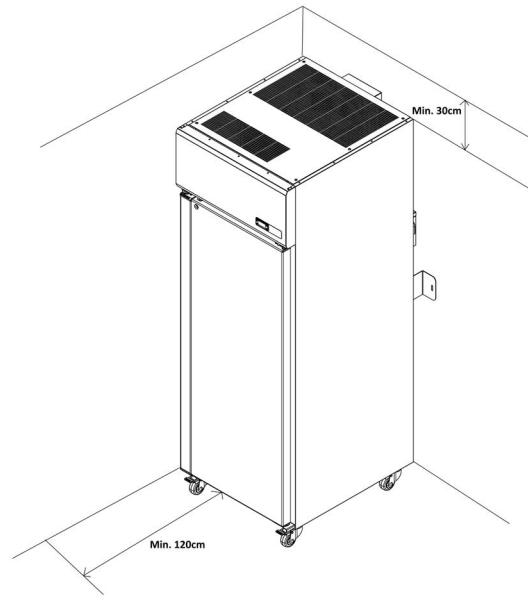

Abbildung 1. Standort
- Für eine problemlose Bedienung der Tür müssen vor dem Gerät mindestens 120 cm Platz vorhanden sein. Sorgen Sie für ausreichende Belüftung und ungehinderte Luftzirkulation unter, über und hinter dem Schrank. Über dem Schrank muss mindestens 30 cm Platz vorhanden sein, an den Seiten 5 cm und an der Rückseite 10 cm. Siehe **Abbildung 1**.